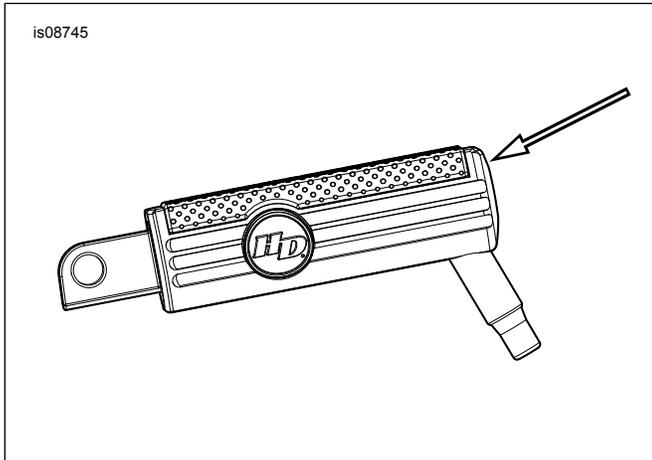

Figure 2. Vis de réglage d'appui-pied
1. Voir la figure 2. Retirer la cheville d'usure existante du repose-pied.